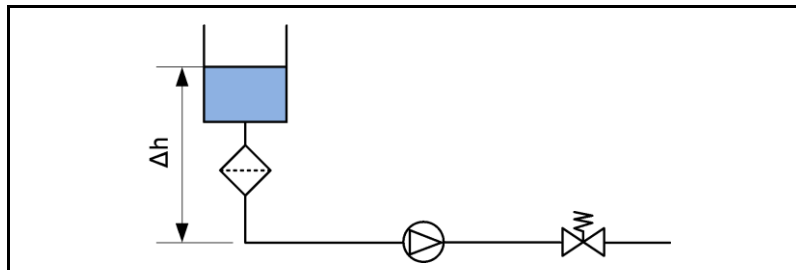

Fig. 68: Aufbau Druckprüfung
1. System gemäss Fig. 68 aufbauen.